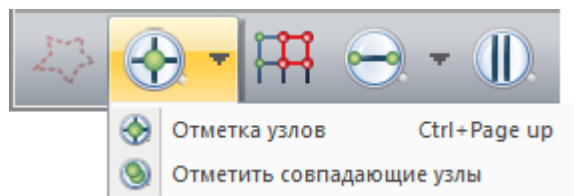

Рис. 163. Раскрывающийся список **Отметка узлов**
**Отметка узлов** (рис.163) – раскрывающийся список с заменой, который содержит операции по отметке узлов расчетной схемы одним из способов: